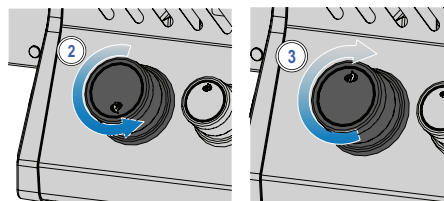

Abb. 1
4. Falls Zündflamme und Brenner nicht binnen fünf Sekunden zünden, drehen sie den Bedienknopf im Uhrzeigersinn zurück auf AUS. Warten Sie fünf Minuten, bis sich das Gas verflüchtigt hat. Wiederholen Sie Schritt 2 und 3 oder verwenden Sie ein Streichholz zum Anzünden. (Abb. 1).
5. Falls der Brenner nicht zündet, drehen sie den Bedienknopf im Uhrzeigersinn zurück auf AUS. Warten Sie fünf Minuten. Wiederholen Sie Schritt 3 und 4. (Abb. 1)